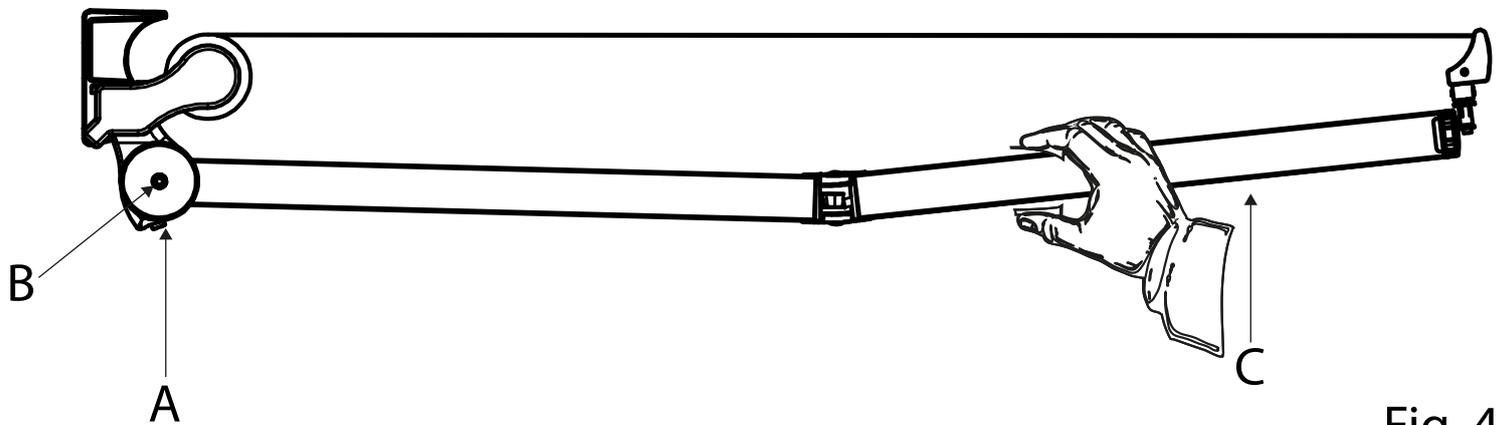

Fig. 4
- 2) allentare il bullone B (Fig. 4)
- 3) Agire sulla vite A (Fig. 4) avendo cura di sollevare il punto C per rendere piu' agevole la regolazione ed evitare eventuali rotture del supporto.
- 3) Agire sulla vite A (Fig. 4) avendo cura di sollevare il punto C leggermente il braccio per rendere piu' agevole la regolazione ed evitare eventuali rotture del supporto.